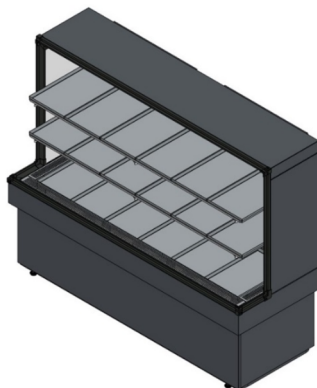

Figura 10: Colocação das bandejas no suporte
2. Encaixe as bandejas nos suportes que já estão fixados no produto conforme figura 10.